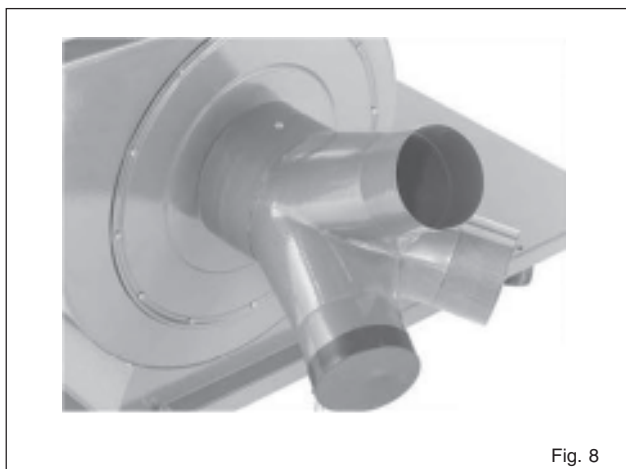

Fig. 6
4. Avvitare sui tamburi le aste di supporto e i ganci sostegno sacco **(Fig. 6)**.